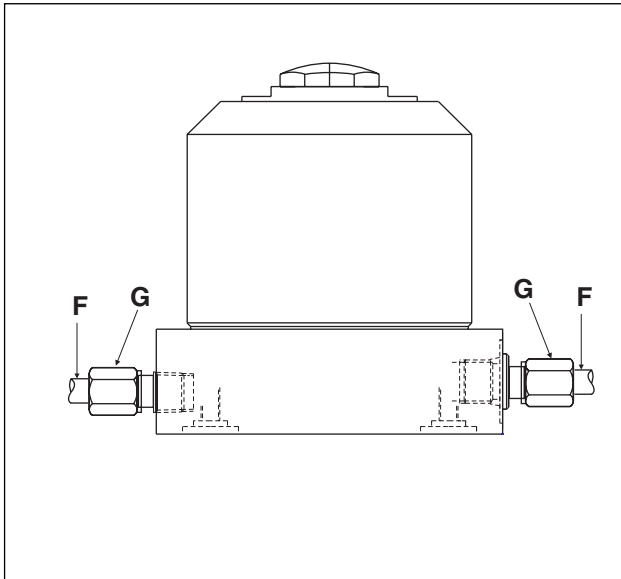
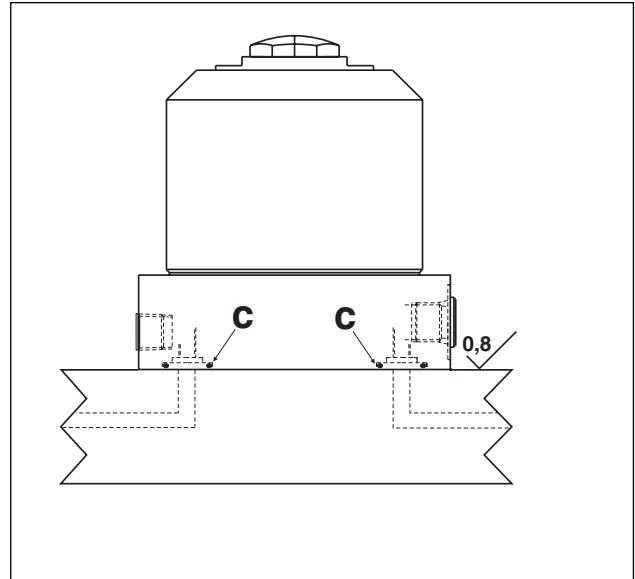

Figura 4 - Supporto di lavoro "a spurgo dell'aria"/"pneumatico" che usa l'attacco laterale di sfiato
Figura 5 - Supporto di lavoro "a spurgo dell'aria"/"pneumatico" che usa l'attacco di sfiato del collettore
1. Collegare una linea d’alimentazione dell’aria (elemento F) all’attacco laterale di sfiato (vedi Figura 4) o all’attacco di sfiato del collettore (vedi Figura 5). Se ci si collega all’attacco laterale di sfiato, rimuovere prima il raccordo di sfiato. Se ci si collega all’attacco di sfiato del collettore, rimuovere dall’attacco il tappo filettato e la guarnizione in rame, lubrificare leggermente l’O-ring fornito ed installare l’O-ring nella sede di dimensioni maggiorate dell’attacco.
3. Collegare una linea d’alimentazione dell’aria (elemento F) all’attacco laterale di sfiato (vedi Figura 4) o all’attacco di sfiato del collettore (vedi Figura 5). Se ci si collega all’attacco laterale di sfiato, rimuovere prima il raccordo di sfiato. Se ci si collega all’attacco di sfiato del collettore, rimuovere dall’attacco il tappo filettato e la guarnizione in rame, lubrificare leggermente l’O-ring fornito ed installare l’O-ring nella sede di dimensioni maggiorate dell’attacco.